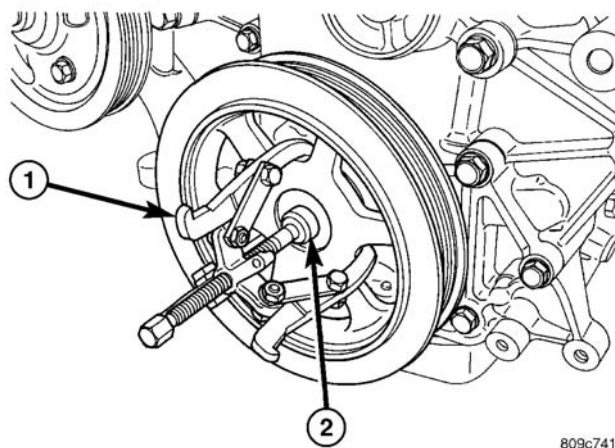

图 89 减震器-拆卸
- (1) 断开蓄电池负极电缆。
- (2) 用举升器升起车辆。
- (3) 卸下右前轮和内防溅板。
- (4) 卸下附属装置驱动皮带。(参见 7-冷却/附属装置传动/驱动皮带-拆卸)
- (5) 卸下减震器螺栓。
- (6) 将专用工具 8450 插入曲轴头部-(图 89)。
- (7) 按(图 89)所示, 将 3 爪拉拔器专用工具 1026 置于减震器上。转动拉拔器强力螺丝直至减震器从曲轴松开。
- (8) 卸下曲轴减震器。